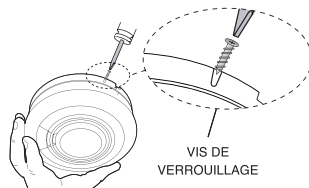
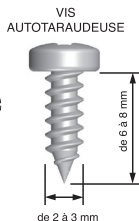

Figure 8c
Figure 8d
Si nécessaire, il est possible de sécuriser davantage le détecteur en utilisant une vis autotaraudeuse No.2 ou No.4 (de 2 à 3mm de diamètre—non fournie) de 6 à 8mm de longueur (voir figure 8d), pour verrouiller fermement le détecteur et son socle de fixation (voir figure 8c):
- Alignez la vis (non fournie) dans la zone encastrée en forme de « U » comme dans la figure 8c et vissez solidement.